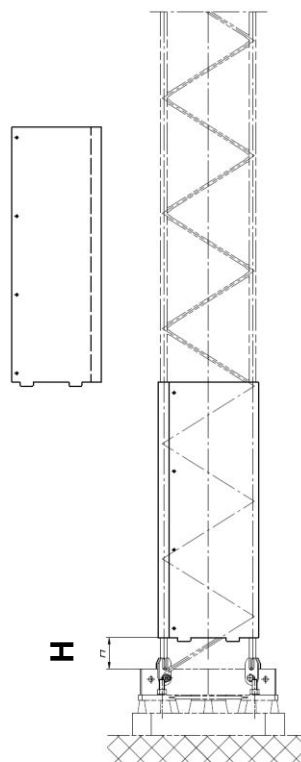

Bild 2 (340,450)
1. Plåtarna placeras runt sektionen med tappen nedåt, stående på fotplattorna. (Se bild 1). På sektion 340 och 450 monteras plåtarna på H=120 mm resp. H=115 mm över fotplattan. (Se bild 2).